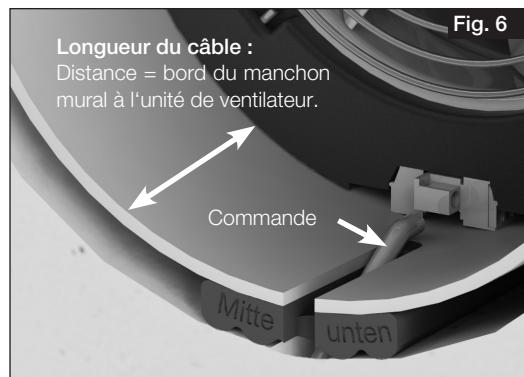
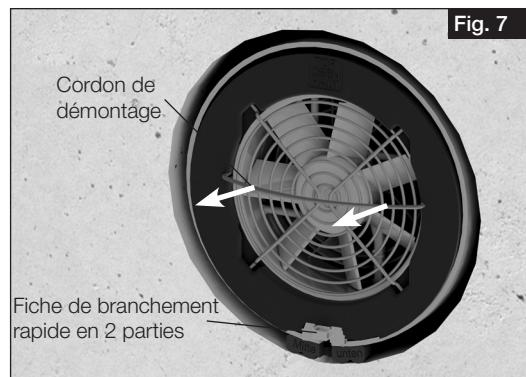

Fig. 6
Fig. 7
1. Déterminer la longueur de câble pour raccorder l'unité de ventilation et le couper (fig. 6).
- ⑤ Distance = bord du manchon mural au ventilateur.
2. Pour le raccordement électrique, extraire l'unité de ventilation à l'aide du cordon de démontage jusqu'au bord du manchon de montage mural (fig. 7).